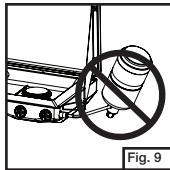

Fig. 9
- Ne faites jamais fonctionner le réchaud avec la bouteille de gaz sens dessus dessous. (Fig. 9)